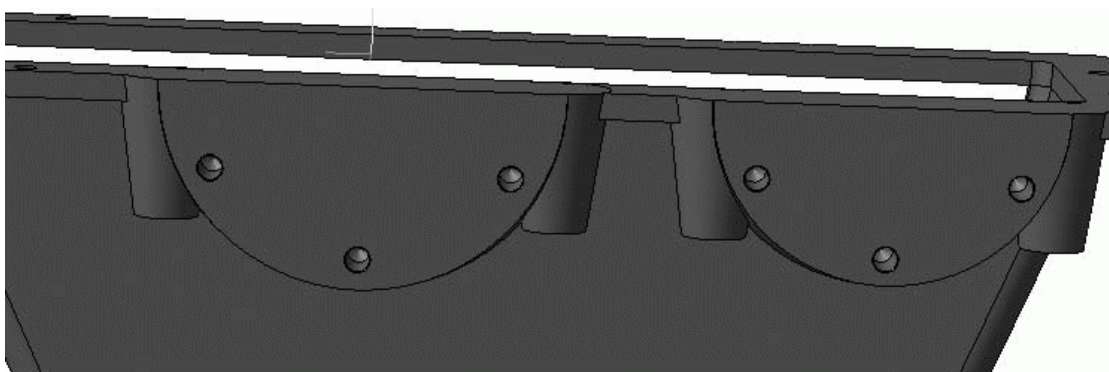

Рис. 3.82. Отверстия под фиксирующие винты в местах крепления крышек подшипников
19. Выполните еще пять таких же отверстий на той же плоскости со следующими координатами: на ведомом валу – $(-73, 61; 42,5)$ и $(73, 61; 42,5)$, на ведущем валу – $(-259; 75)$, $(-194, 05; 37, 5)$ и $(-323, 95; 37, 5)$. Координаты размещения отверстий можете рассчитать вручную, исходя из того, что радиусы размещения болтов на крышках ведомого вала – 85 мм, ведущего – 75, а болты смещены между собой на 60° . Однако значительно проще измерять эти координаты по центрам изображений шапочек фиксирующих винтов на главном виде чертежа редуктора. Отверстия под винты показаны на рис. 3.82.